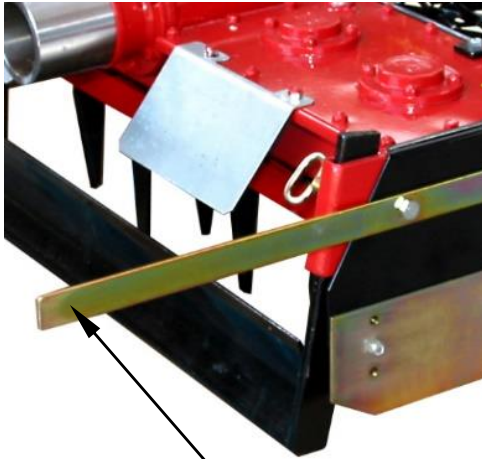

Abb. 1
- Kontrollieren, ob alle Sicherheitsvorrichtungen vorhanden sind! Sicherheitsleisten (Sonderzubehör!) mit den Befestigungsschrauben der Seitenbleche verschrauben. Darauf achten, dass Sie die Seitenbleche nach außen aufklappen können (Abb.1).